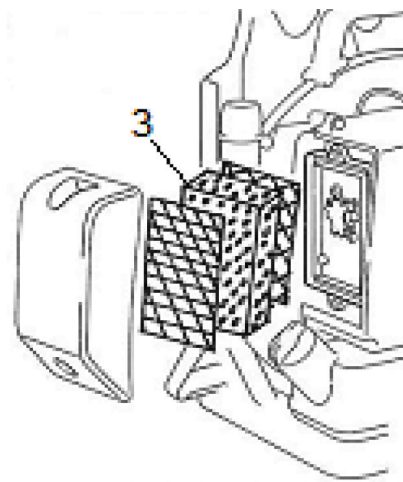

Рис. 16
2. Извлеките губчатый фильтрующий элемент (3) рис. 16.